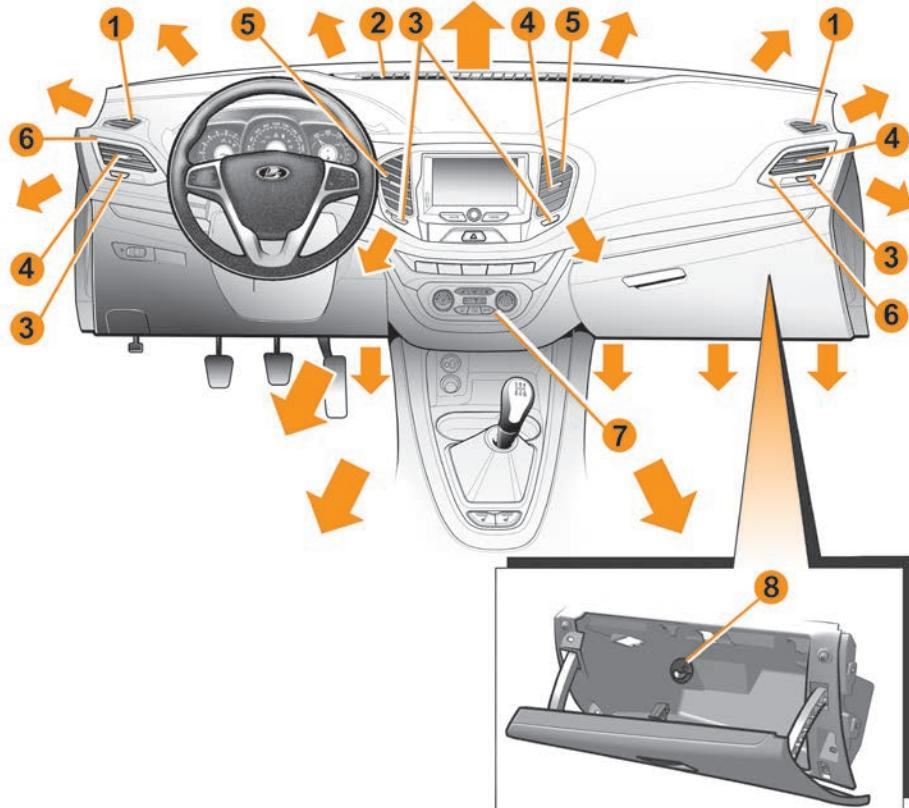

Рис. 3. Органы управления системой вентиляции и отопления салона
- 1 – сопла обдува (обогрева) боковых стекол (стр. 57, рис. 3);
8 – поворотная заслонка воздуховода охлаждения вещевого ящика (рис. 3). Функция охлаждения доступна в автомобилях с климатической системой «Комфорт» и «Люкс».
В тёплое время года рекомендуется направлять воздух в регулируемые сопла **5** и **6** (см. рис. 3) на панели приборов для лучшей вентиляции салона. Установите среднюю или максимальную скорость воздушного потока для эффективного удаления избытков тепла из салона. Нажмите кнопку  , установите комфортное направление потока воздуха из сопел с помощью рукояток регулировки **4**. Установите мини-